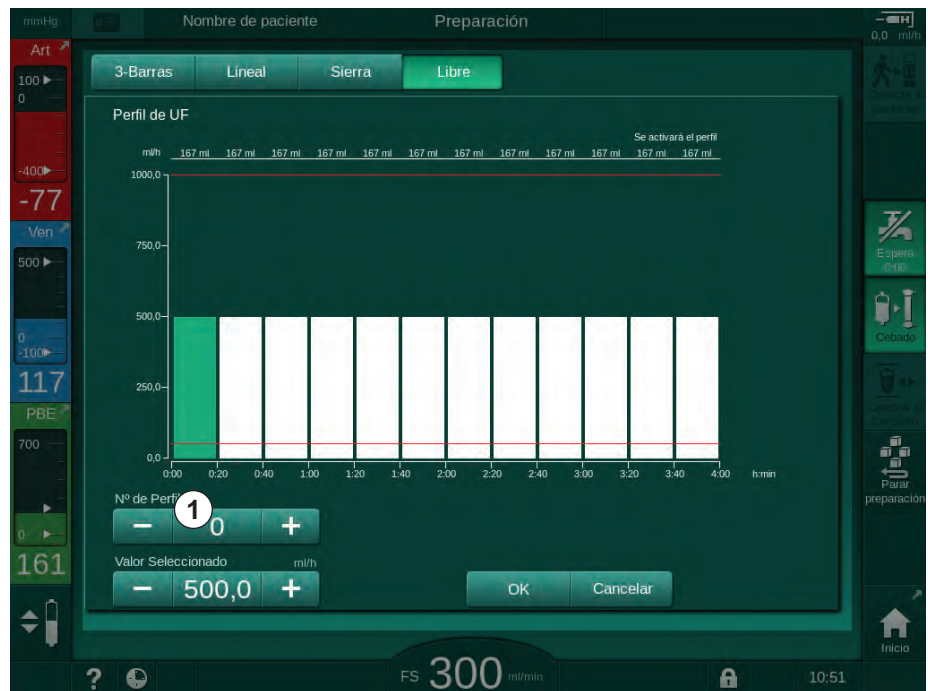

Fig. 5-15 Selección del perfil de UF
4. Para seleccionar uno de los 10 perfiles de edición libre preestablecidos, pulsar el botón + o - en el recuadro del grupo *N.º de perfil* (Fig. 5-15, ①) o introducir el número de perfil 1 a 10 directamente en el campo.